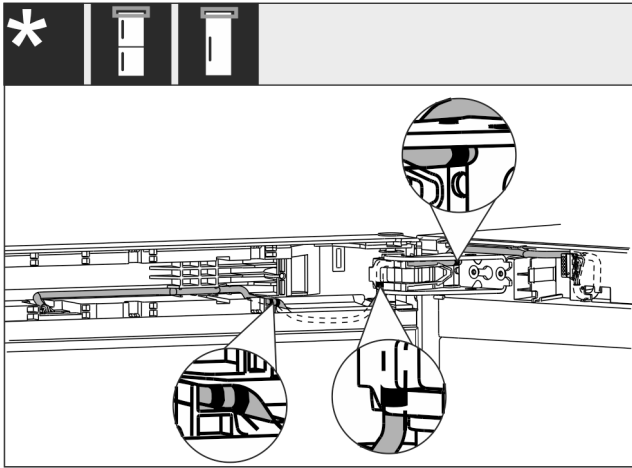

Fig. 37
- ▶ Кабель прокладається так, як показано на Fig. 37 () малюнку.